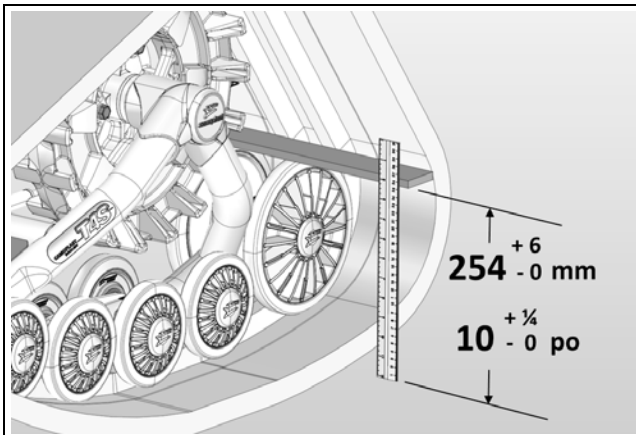

Figure 2
- Positionner une barre plate sur le dessus des deux roues arrière du système de traction et mesurer ensuite la hauteur au sol à l'aide d'une règle comme montré à la Figure 2.